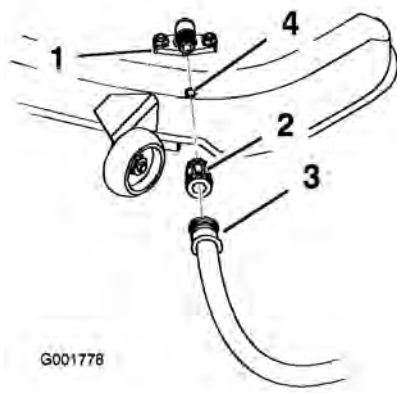

Figure 55
4. Vissez le raccord de flexible à l'embout de lavage du carter de tondeuse et ouvrez l'eau en grand (Figure 55).